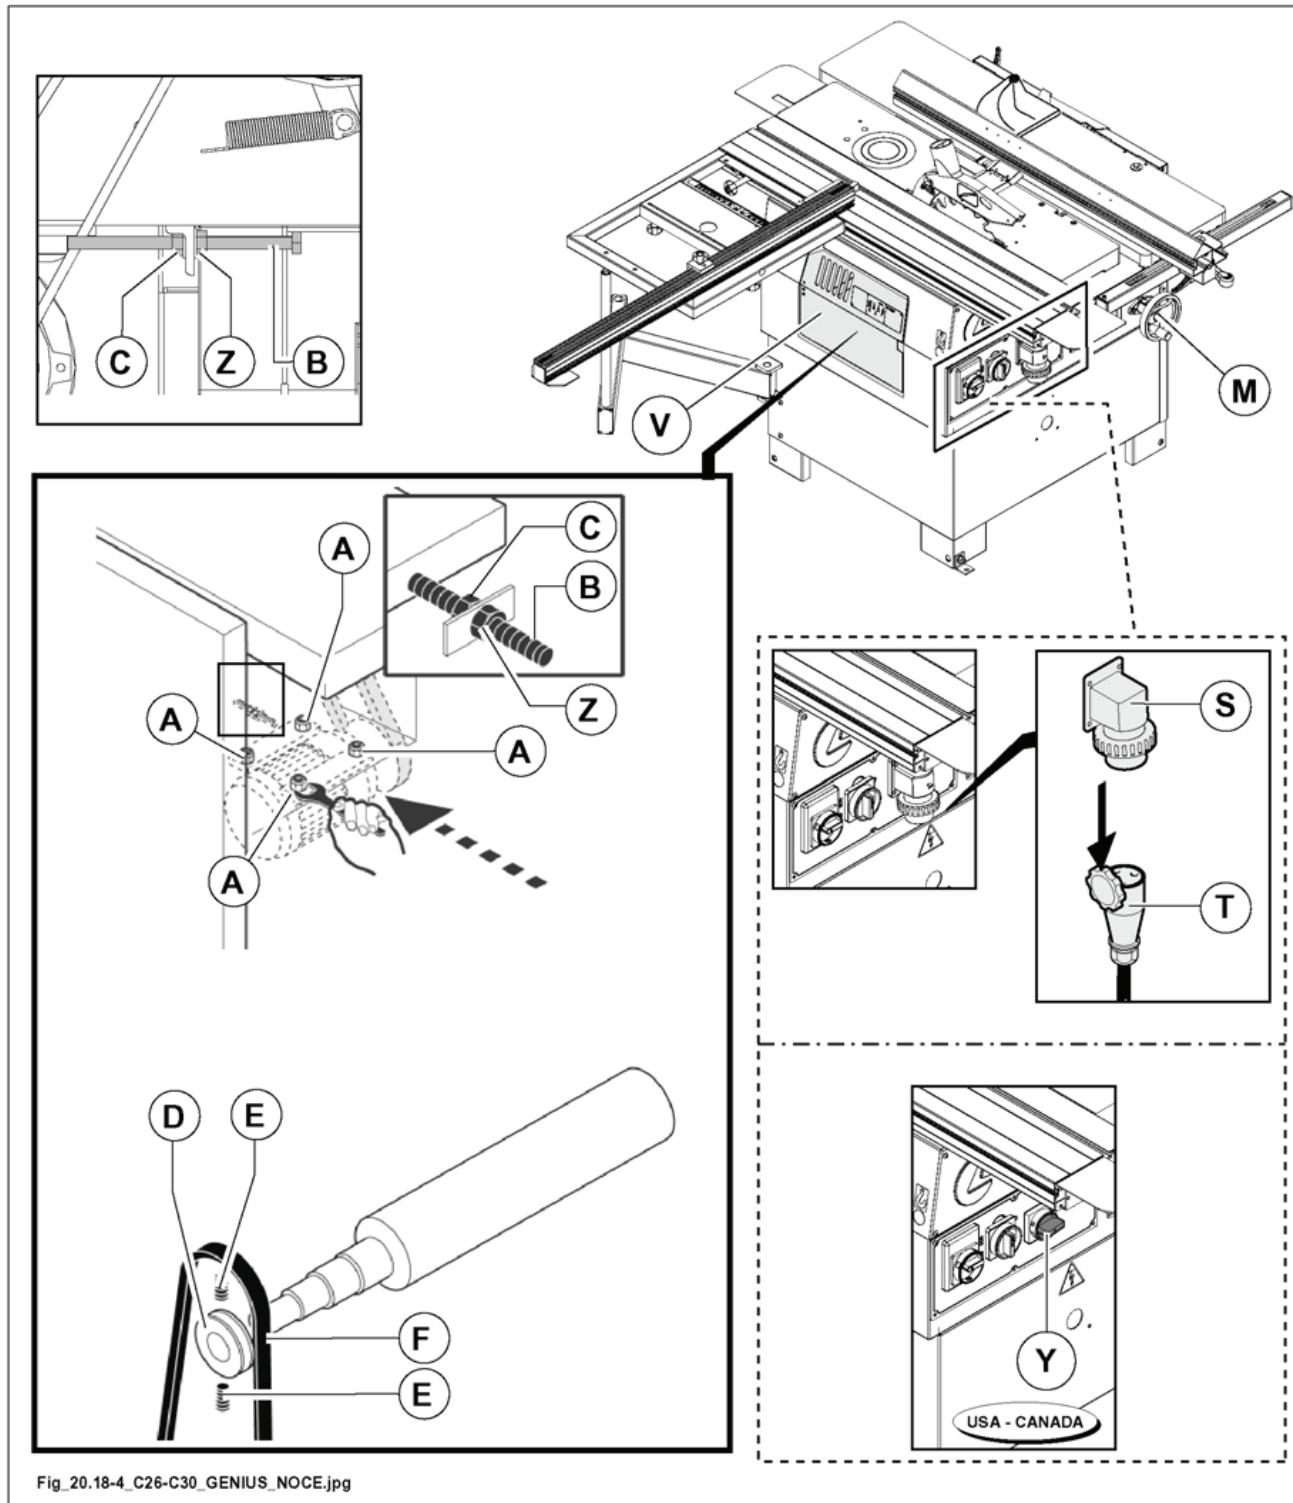

Рис. 20.18-4
*прежде чем выполнять любые операции, отключить электропитание и вытащить кабель (вилка T рис. 20.18-4) из розетки (S рис. 20.18-4).*
*(Исполнение по нормам США и Канады): Перед началом действий по уборке, техническому обслуживанию, наладке станка или замене его элементов надлежит перевести в нулевое положение выключатель общего питания Y (рис. 20.18-4), заблокировать его навесным замком и вывесить соответствующий предупреждающий плакат.*
- Поднять рейсмусовый стол маховичком M (рис. 20.18.4).
- Открыть дверцу V (рис. 20.18.4).
- Ослабить четыре гайки A (рис. 20.18-4) крепления опоры двигателя.
- Ослабить гайку C (рис. 20.18-4).
Открутить регулировочный винт B (рис. 20.18-4) чтобы ослабить натяжение ремня.
- Снять шкив D (рис. 20.18-4) с ножевого вала, предварительно выкрутив пару винтов E (рис. 20.18-4).
- Установить новый ремень F (рис. 20.18-4) в канавку шкива D (рис. 20.18-4).
- Надеть шкив D (рис. 20.18-4) на вал и закрепить его двумя винтами E (рис. 20.18-4).
- После завершения регулировки затянуть гайки A (рис. 20.18-4) и C (рис. 20.18-4).
- Закрыть дверцу V (рис. 20.18.4).